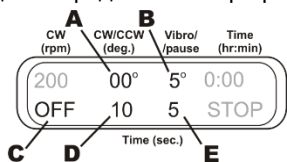

Рисунок 9.
6.9.4 **Вибродвижение + Пауза.** Отключите режим вращения, уменьшив значение таймера до индикации OFF (рис. 9/C). Для возвратно-поступательного движения, установите угол поворота на ноль (рис. 9/A) и время (1-250 с, рис. 9/D), это продолжительность паузы. Установите угол поворота (1-5°, рис. 9/B) и время (1-5 с, рис. 9/E) для вибродвижения. График на рисунке 10 отображает данную программу.